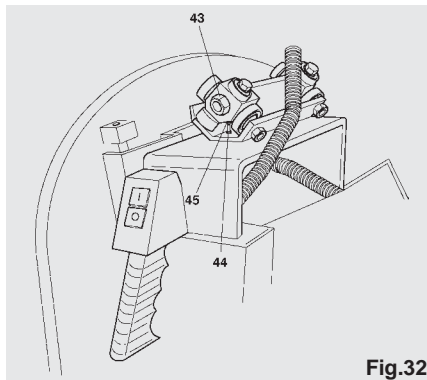

Fig.32
Le jeu du chariot sur les glissières est éliminé pendant la phase d'essai. Au cas où, à cause du transport ou en raison de l'usage, se produiraient des jeux non désirés, il faudra les éliminer en procédant de la manière suivante (voir figure 32): desserrer l'écrou (43) avec la clé fournie en standard et effectuer le réglage en agissant sur la vis (44) après avoir desserré le contre-écrou (45).